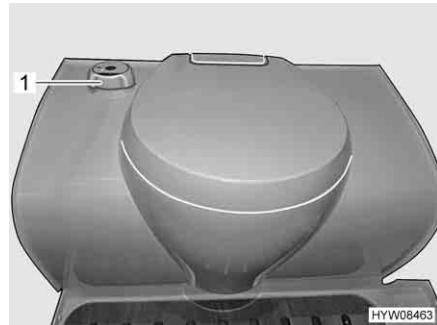

Fig. 168 Toilette Thetford
- Ruotare la maniglia girevole (Fig. 168,1) in senso antiorario.
- Ruotare la maniglia girevole (Fig. 168,1) in senso orario.